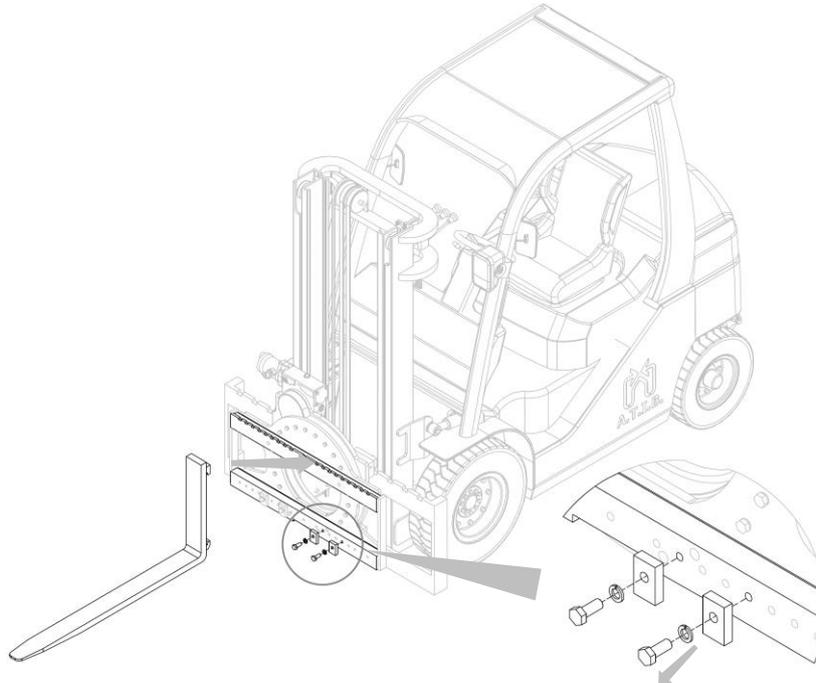

Figure 13
1. Insérer les fourches après avoir dévissé les butées d'arrêt (voir *Figure 13*) ; selon la largeur de la fourche, utiliser les trous appropriés.